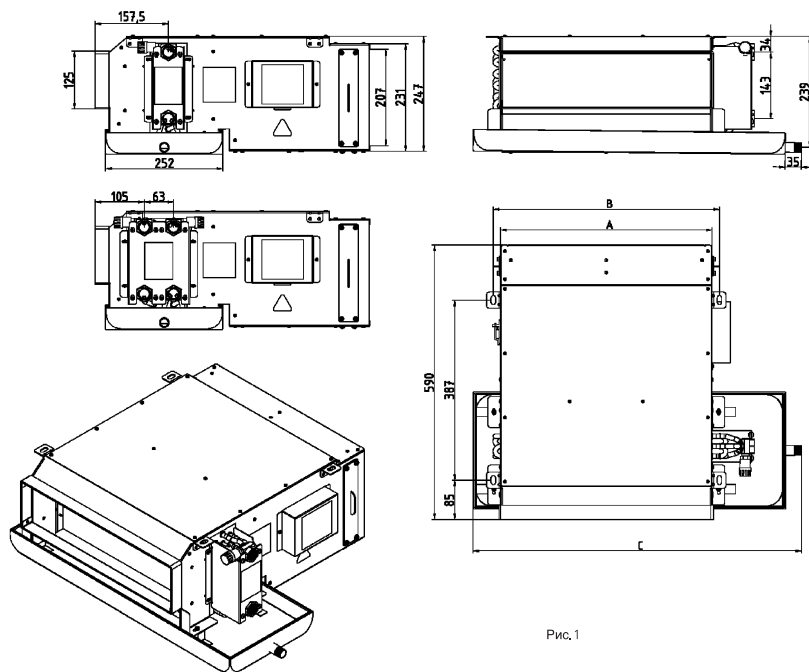

Рис. 1
- На верхней стороне блока предусмотрены отверстия для крепления. См. рис. 1, 3, 4.
- 2 Имеется достаточное пространство для монтажа и техобслуживания. См. размеры блока (рис. 1) и схему корректировок.